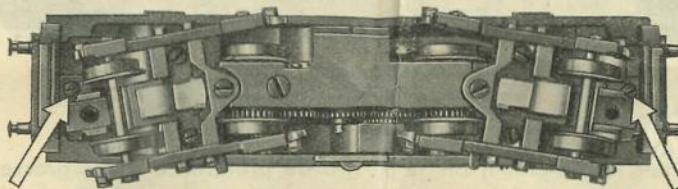

Fig. 3 Befestigungsschrauben des Lokomotivkörpers
- 2) desserrer les deux vis reliant les parties AV et AR de la carcasse au châssis (voir Fig. 3). S'il s'agit de la locomotive RES 800 on aura soin de desserrer la vis prévue à cet effet au milieu du toit;
- 2) unscrew the two screws connecting front and rear of locomotive housing to the frame (see Fig. 3). On Model RES 800, undo for this purpose the screw located in the centre of the roof.